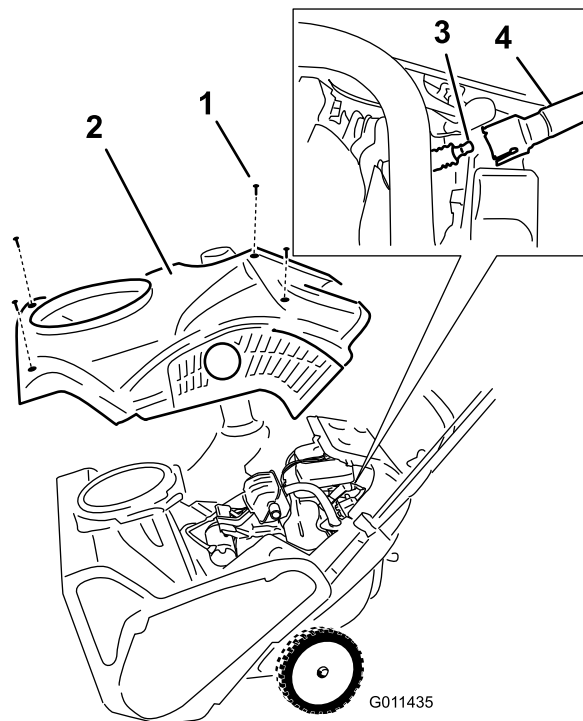

Figura26
4. Scoateți cele 4 șuruburi care strâng carcasa (Figura26).
6. Scoateți carcasa (Figura26).